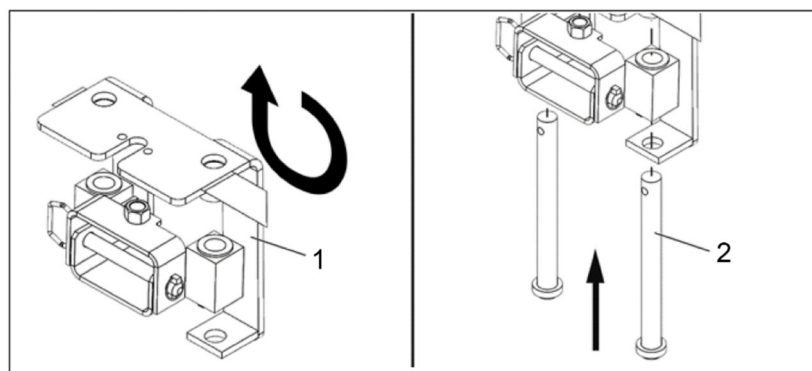

Рис. 8
14. Поверните монтажный кронштейн (1, Рис. 8) на 180°. (опущено для дальней стороны)
15. Вставьте направляющие стержни (2, Рис. 8). (опущено для дальней стороны)
16. Вставьте стопорные болты (14, Рис. 8). (опущено для дальней стороны)